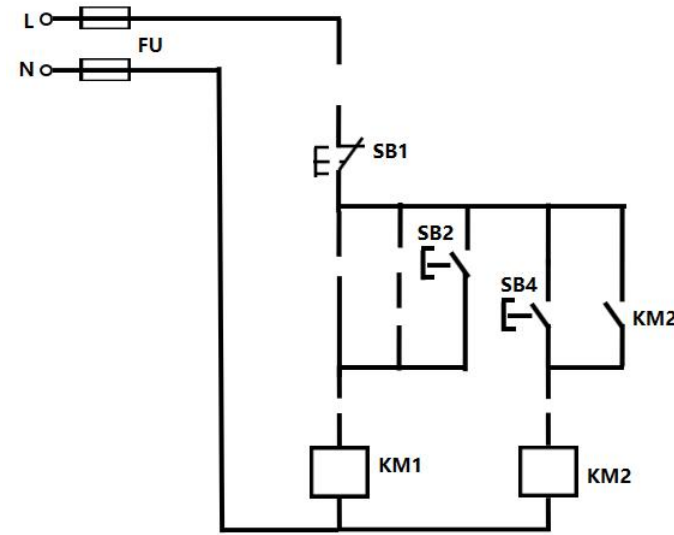

图 2-7
7. 如图2-7所示为电动机控制原理图，控制要求：按下按钮  $SB_2$ ，电动机实现连续正转；按下按钮  $SB_3$ ，电动机实现点动控制。按下按钮  $SB_4$ ，反转连续运行，请将控制电路图补画完整(要求具有过载保护、短路保护和接触器联锁)。